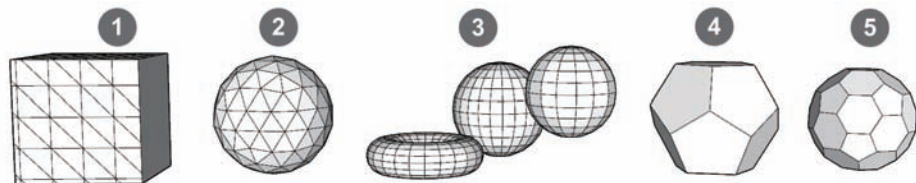

图 2.3.7 不同面形的几何体
在 3D 建模领域，广泛将三角形和四边形作为基础单元，有些特殊的地方还使用五边形、六边形和七边形，图 2.3.7 是一些实例。
- 图 2.3.7 ①②是两个以三边面为基础单元的几何体。
- 图 2.3.7 ③的三个对象是以四边形为基础单元的几何体，球体南北极是三面体。
- 图 2.3.7 ④是个十二面体，全部由五边面组成。
- 图 2.3.7 ⑤是六边面和五边面混合而成的球体。
图 2.3.7 的所有对象里，只有图 2.3.7 ③的四边面可以最方便地进行细分平滑运算。比如要将一个四边面细分成两个或四个面，只要将口字形平分成日字形或田字形即可，运算非常简单；计算机对四边面的运算速度最快，资源消耗最少，UV 贴图也简单。如果让计算机处理大量由三边面、五边面组成的模型，因为庞大的运算量和计算机资源的限制，非常容易出现坏线、乱线和破面；因此几乎所有的高级三维建模软件，都将四边面作为一种基础的结构模式。